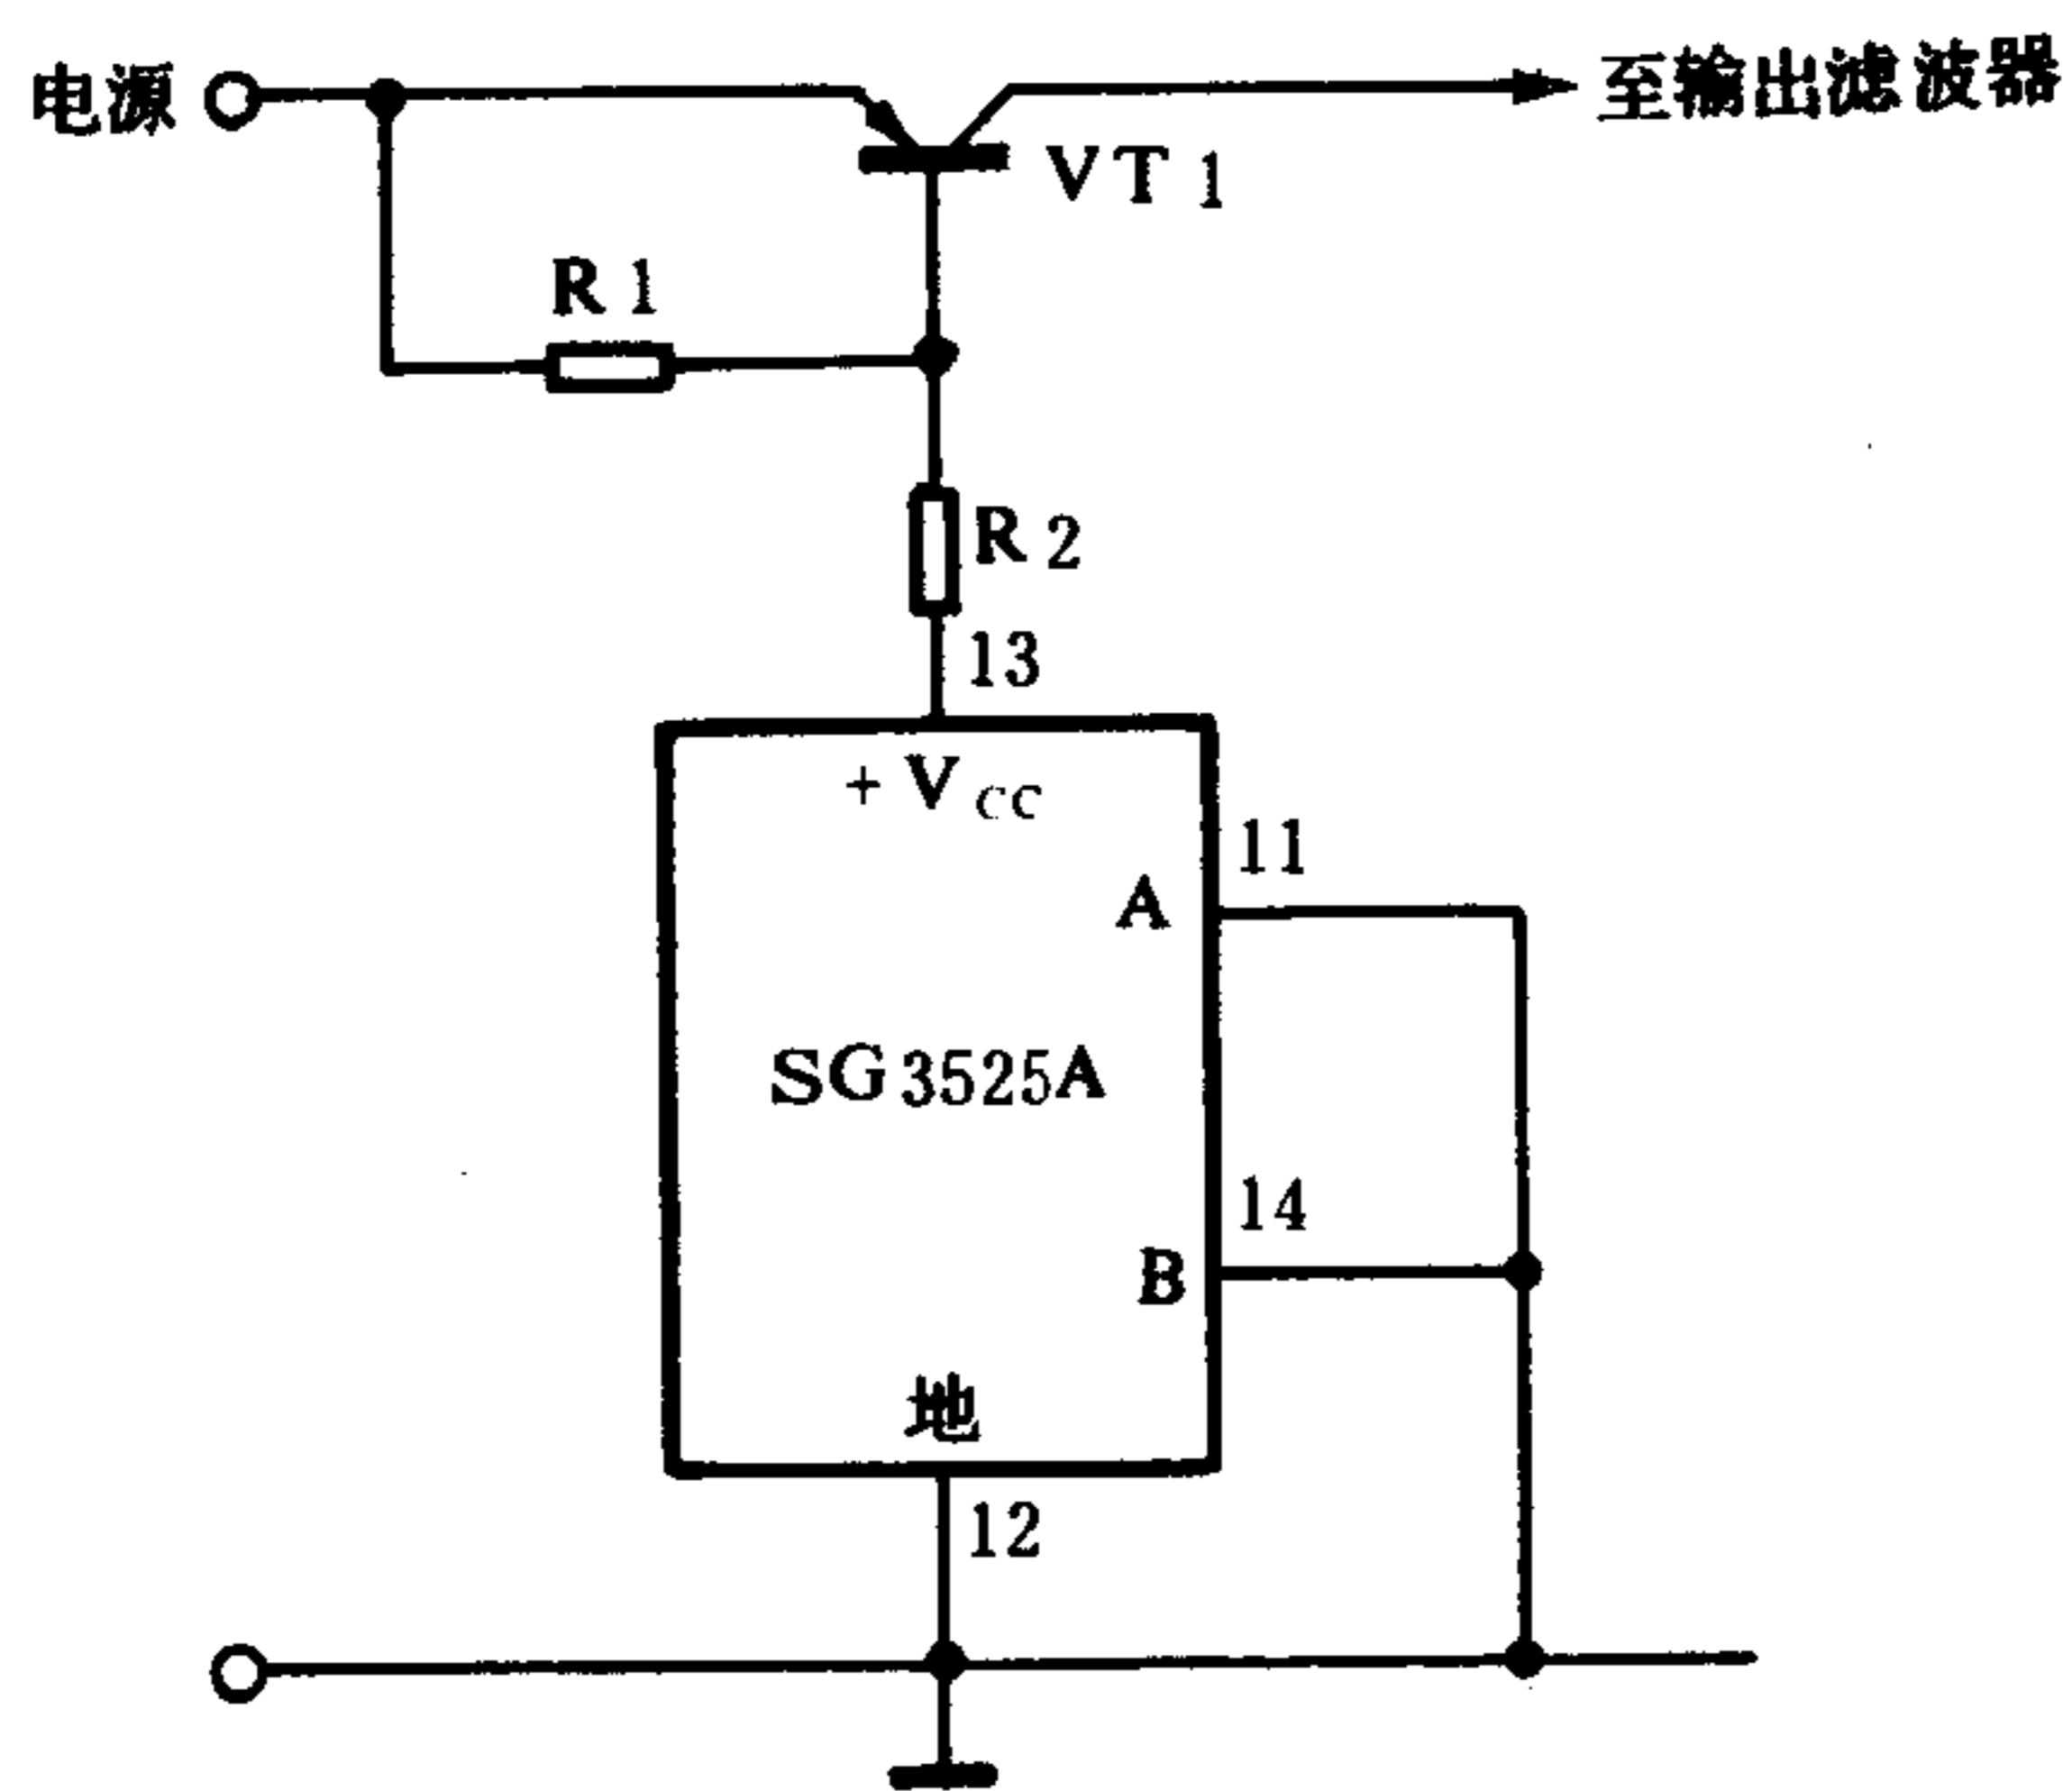

图 7-21 输出级二路并用的电路图
② 单端式输出级的应用：SG3525A 作单端输出级应用时，如用二路输出中的一路，则变换器的最大占空比只有 50%，当二路并用时，占空比可达 100%。二路并用的方法如图 7-21 所示。